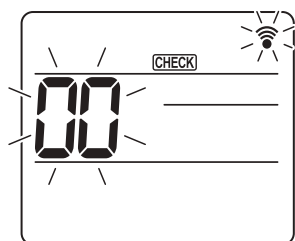
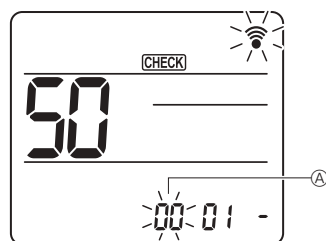
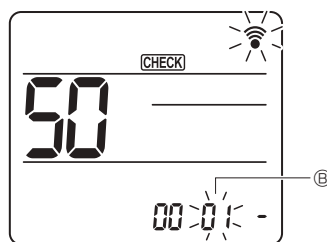
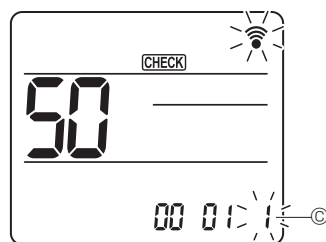

Fig. 7-18
Fig. 7-19
Fig. 7-20
Fig. 7-21
7.4.2. С помощью беспроводного пульта дистанционного управления (Fig. 7-18, Fig. 7-19, Fig. 7-20, Fig. 7-21)
- ① Переход в режим выбора функции
Загорится [CHECK] (ПРОВЕРКА), будет мигать “00”. (Fig. 7-18)
Для установки значения “50” пользуйтесь кнопкой [A]. (Fig. 7-19) Направьте беспроводной пульт дистанционного управления на приемник сигнала внутреннего блока и нажмите кнопку [SET].
Для установки номера блока пользуйтесь кнопками [A]. (Fig. 7-19) Направьте беспроводной пульт дистанционного управления на приемник сигнала внутреннего блока и нажмите кнопку [SET].
Для установки номера режима пользуйтесь кнопками [B]. (Fig. 7-20) Направьте беспроводной пульт дистанционного управления на приемник сигнала внутреннего блока и нажмите кнопку [SET].
Для смены номера настройки пользуйтесь кнопками [C]. (Fig. 7-21) Направьте беспроводной пульт дистанционного управления на приемник сигнала внутреннего блока и нажмите кнопку [SET].